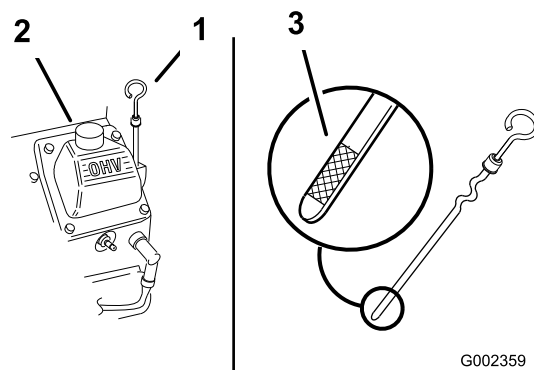

Figura 16
2. Pulite attorno all'asta di livello (Figura 16) in modo che la morchia non possa penetrare nel foro di rifornimento e danneggiare il motore.
3. Togliete l'asta di livello, asciugatela e reinsertitela a fondo (Figura 16).
Il livello dell'olio deve raggiungere la tacca di pieno sull'estremità metallica dell'asta (Figura 16).
5. Se il livello dell'olio non raggiunge il segno di pieno (Full), togliete il tappo del tubo di rifornimento (Figura 16) e rabboccate con olio fino a portarlo al segno Full sull'asta di livello. **Non riempite troppo.**